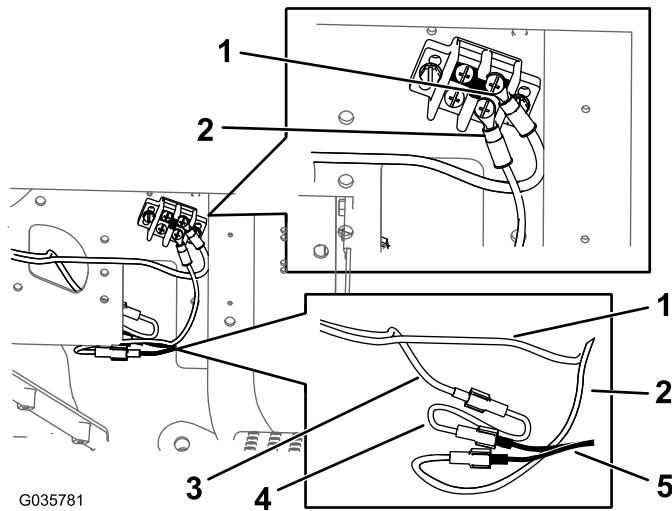

Рисунок 14
- C. Подсоедините круглую клемму жгута проводки и жгут проводки переходника заземления к блоку заземления (Рисунок 14).
- D. Подсоедините жгут проводки переходника электропитания к жгуту проводки (Рисунок 14).